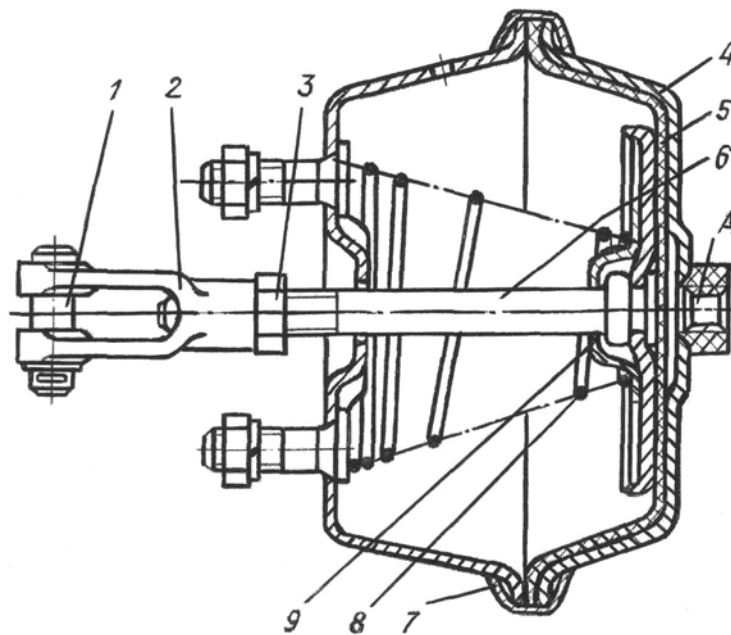

Рис.71. Камера тормозная передняя:
Устройство тормозной камеры колес передней оси показано на рис.71.
**Снятие и разборка.** Для снятия камеры отсоединить шланг подвода воздуха, расшплинтовать и вынуть палец 1 (см. рис.71), отвернуть гайки крепления тормозной камеры к кронштейну и снять камеру.
При заполнении воздухом тормозной камеры через вывод А (см. рис.71) шток 6 должен выдвигаться, а при выпуске воздуха - четко возвращаться в исходное положение. Перемещение штока должно быть свободным, без заеданий.